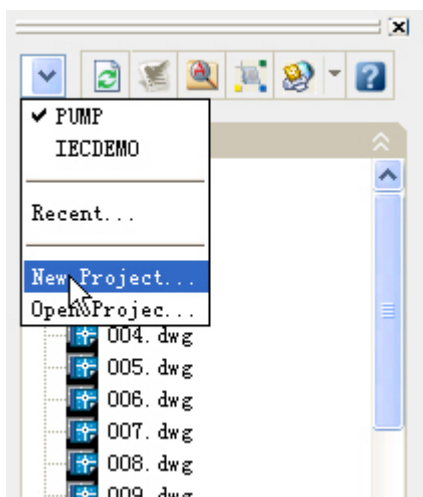

图 2-1
- 2、 鼠标左键单击项目管理器见图 2-1 左上角的下拉箭头，选择新建项目